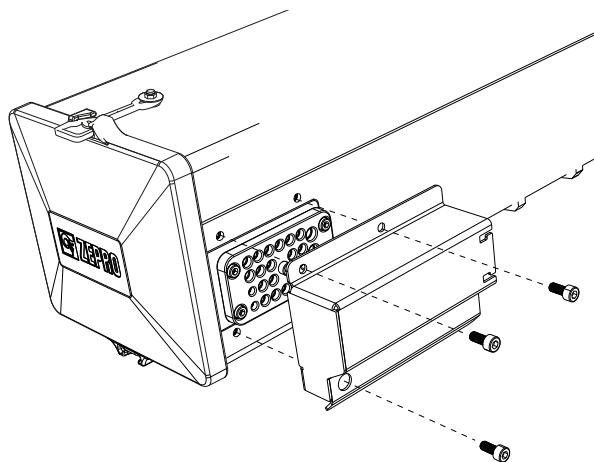

Bild 60. Kabelgenomföringens skyddskåpa sitter monterad med tre skruvar
1. Demontera kabelgenomföringens skyddskåpa, den sitter monterad med tre skruvar, se Bild 60.
2. Montera kabelgenomföringens skyddskåpa med de tre tillhörande skruvarna, se Bild 60. Åtdragningsmoment: 8 Nm.